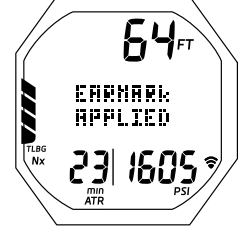

Fig. 76B - PRINCIPAL PARADA PROFUNDA (mostrada por 3 segundos)
- Pulse el botón M (< 2 seg) para aplicar una marca a la captura de imagen de los datos de PCI registrados en ese momento. *Se mostrarán los mensajes EARMARK APPLIED en lugar del tiempo/profundidad de la parada durante 3 segundos (Fig. 76B).*